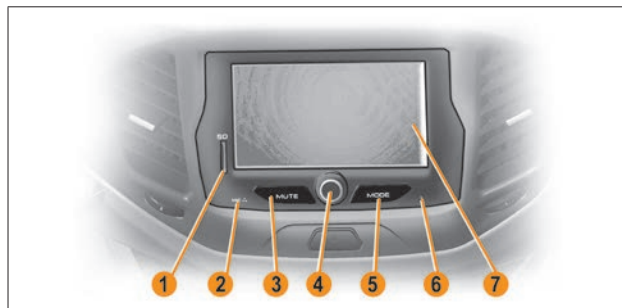

Рис. 7. Внешний вид ММС с навигационной системой
2.1.1 Включение ММС с навигационной системой осуществляется кратковременным нажатием (1-2 сек.) на ручку энкодера **4** (рис. 7).
2.1.3 Для выключения ММС с навигационной системой кратковременно нажмите ручку энкодера **4** (рис. 7).
2.1.4 Для перезагрузки ММС с навигационной системой тупым тонким стержнем нажмите и удерживайте в течение 2–3 сек. кнопку Reset **6** (рис. 7). После перезагрузки ММС с навигационной системой переходит в режим «Радио» с прослушиванием первой сохраненной радиостанции.
Для выключения звука нажмите кнопку **MUTE** (кнопка **3**, рис. 7). Для включения звука нажмите кнопку повторно.